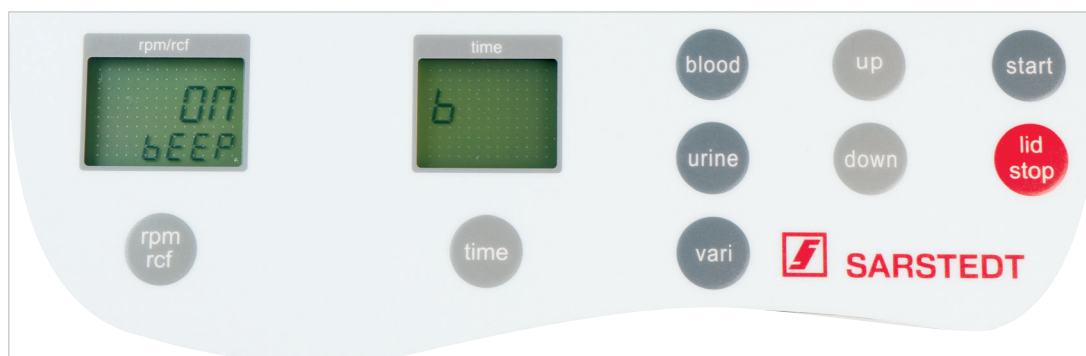

Figura 5
Abra el menú "Configuración básica", como se describe en el equipo 1.8.1. Pulse después la tecla "time" (3). En el campo indicador "time" (A-2) parpadea la opción de menú actualmente seleccionada. Seleccione ahora con las teclas "up" (7) y "down" (7) la letra "b". Aparecerá en el campo indicador "rpm/rcf" (A-1) el texto "ON/BEEP". Después de pulsar la tecla "rpm/rcf" (2), podrá activar (On) o desactivar (Off) los tonos de tecla con las teclas "up" (7) y "down" (7) (ver figura 5).